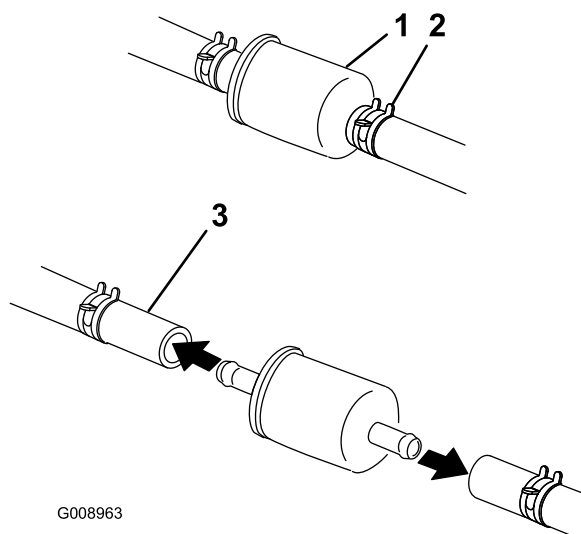

Figura 55
6. Premete le estremità delle fascette stringitubo ed allontanatele dal filtro (Figura 55).
8. Montate un nuovo filtro ed avvicinate le fascette stringitubo al filtro (Figura 55).